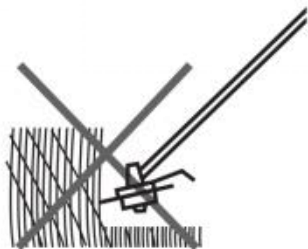
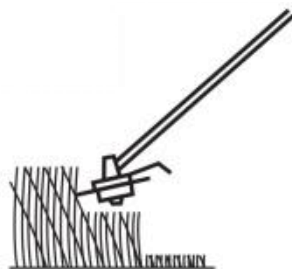

Fig. 46
Fig. 47
7. Trimma längre gräs i omgångar; klipp inte långt gräs i ett enda snitt (Bild 46). För bästa resultat, klipp längre gräs i steg (Bild 47).